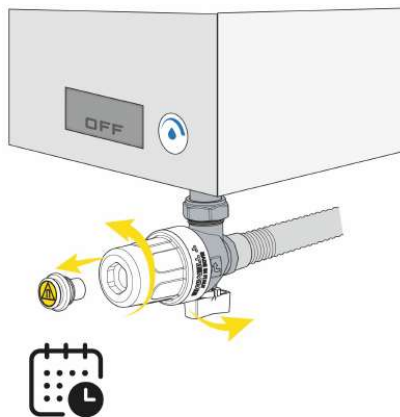

fig. 1
- Chiudere la valvola di intercettazione integrata al filtro e sfilare il tappo porta-magnete (**fig. 1**).